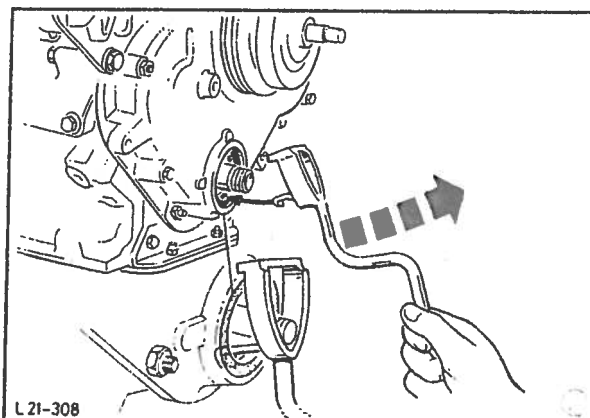

Fig. 154 Demontering av veivakselens fremre tetningsring med spesialverktøy 21-051.
6. Ta ut veivakselens fremre tetningsring med spesialverktøy 21-051, fig. 154.